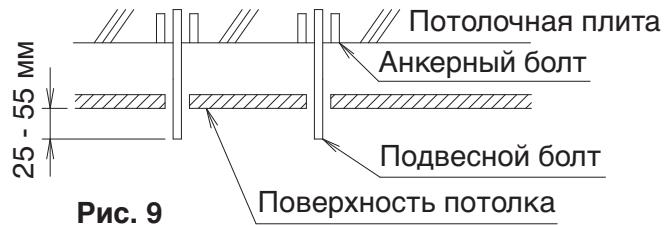

Рис. 9
- Заранее отрегулируйте длину подвесного болта. (**См. рис. 9**)
- Детали, показанные на **рис. 9**, приобретаются на месте.